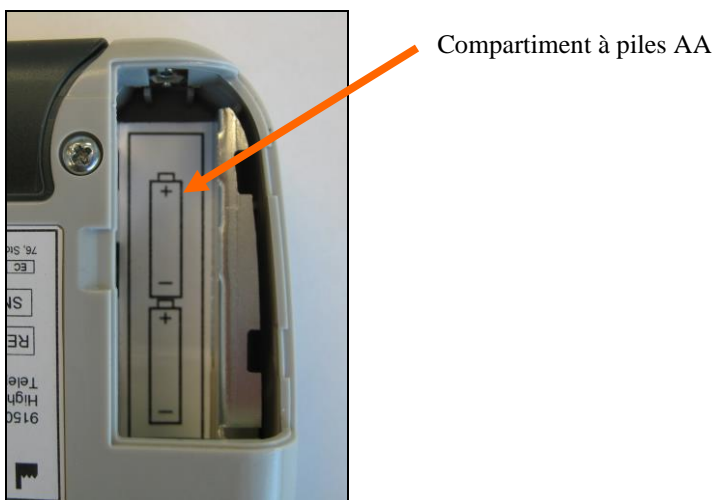

Figure 3 : Enregistreur ZepHr - Vue de derrière avec couvercle du compartiment à piles retiré
- Placez des piles alcalines AA dans le compartiment à piles de l'enregistreur. Assurez-vous de bien orienter les piles conformément aux symboles apparaissant dans le compartiment à piles. Consultez la Figure 3.
- Placez des piles AA dans le compartiment à piles de l'enregistreur. Assurez-vous de bien orienter les piles conformément aux symboles apparaissant dans le compartiment à piles. Consultez la Figure 3.